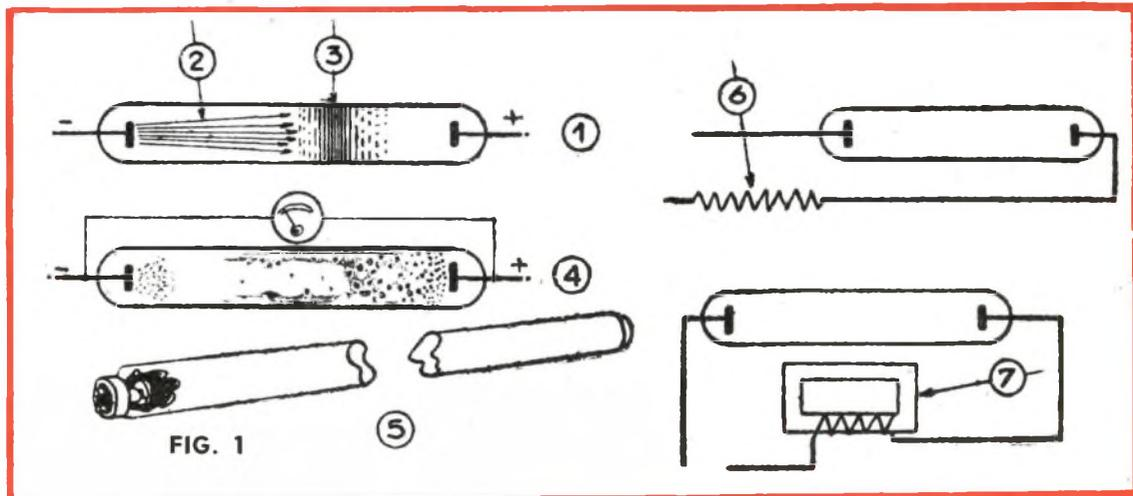

FIG. 1
verranno fissate o con degli assali nei fori praticati in precedenza, o con un chiodo. Queste ruote saranno eseguite secondo lo stesso principio di quelle della locomotiva. Rimane ancora da fissare, contro ogni paio di ruote, una scatola dell'assale ritagliata in un pezzo di abete come in (9). Notate il sistema di attacco del carro di scorta (10) fissato sotto la piattaforma (4). Il serbatoio (11) è un blocco di legno tagliato. Non dimenticate la provvista di legna da bruciare (fig. 1) (rametti di salice, tagliati corti).